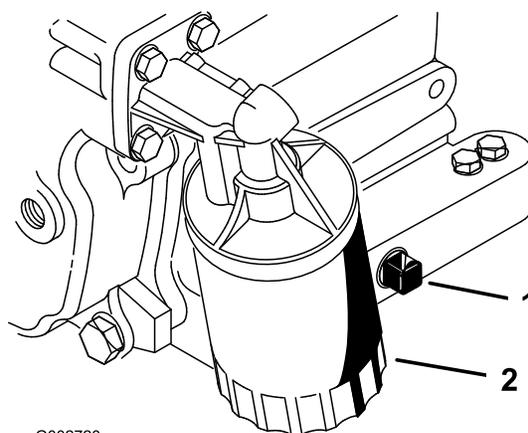

Figure 16
2. Retirez le bouchon de vidange (Figure 16) et laissez couler l'huile dans un bac de vidange. Remettez le bouchon quand la vidange est terminée.
3. Déposez le filtre à huile (Figure 16). Appliquez une fine couche d'huile sur le joint du filtre de remplacement.